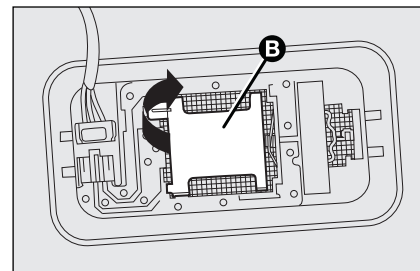

fig. 37
- ☐ open de bescherming **B-fig. 37** zoals aangegeven;